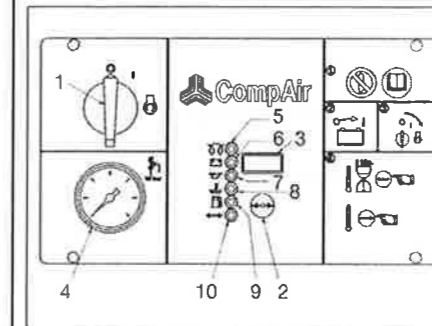

Bild 24
- Bei kaltem Motor lassen Sie ihn etwa 2 Minuten warm laufen und drücken dann den Lastauftaster (siehe Bild 24, Pos. 2). Ist der Motor warm, kann der Lastauftaster sofort gedrückt werden.